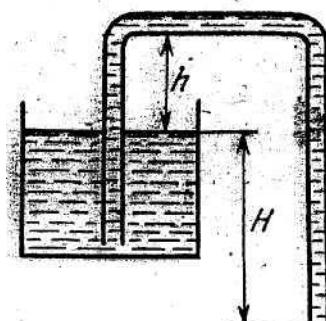
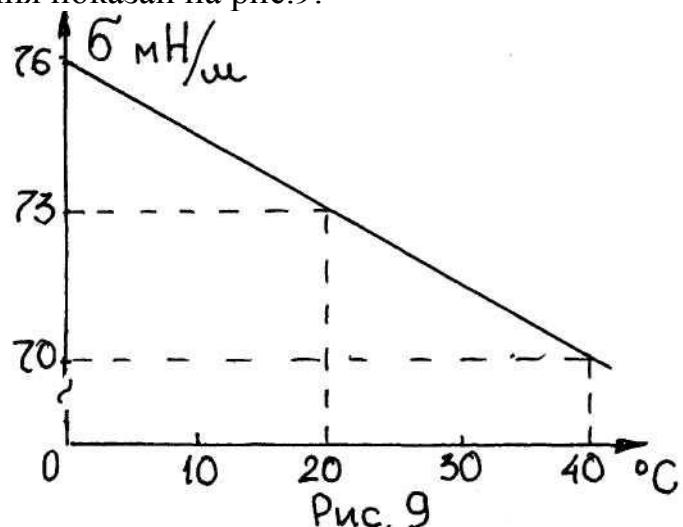

Рис. 8
Рис. 9
42. Температурный интервал вытекания воды. В сосуд с водой опускают П-образный капилляр радиуса $r=0,75$ мм (рис.8). Температурный ход коэффициента поверхностного натяжения показан на рис.9.